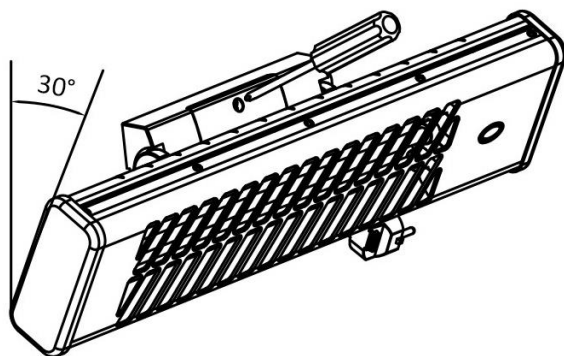

Bild 1
1. Lossa och ta bort skruvarna på övre och nedre delen av väggfästet. Ta bort skyddet från väggfästet på värmeelementets övre del (se bild 1 och 2).